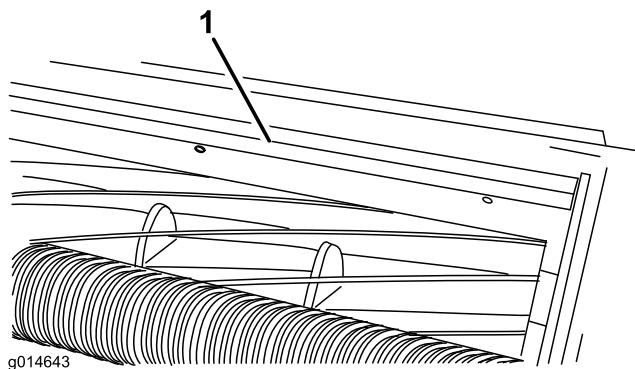

Bild 17
1. Lockern Sie die Schrauben, mit denen die obere Leiste am Mähwerk befestigt ist (Bild 17).